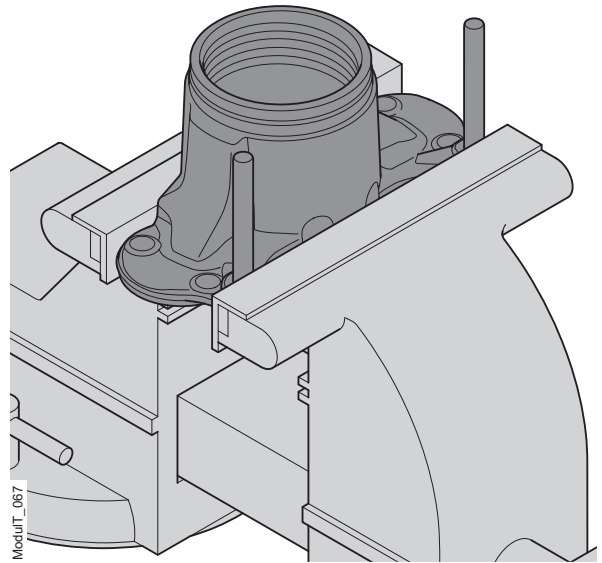

Figura 43. Disposición para sujetar la placa de empuje
1. Fije la placa de empuje en un tornillo de banco con mordazas blandas, véase la disposición en la figura 43. No apriete demasiado ni dañe la placa al sujetarla.